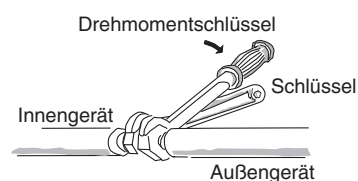

Abb. 5-6
- (2) Die Überwurfmutter mit dem spezifizierten Anzugsdrehmoment festziehen.
- Wenn die Überwurfmutter von den Verbindungsstücken abgenommen oder nach dem Anschließen der Leitungen festgezogen werden, müssen unbedingt zwei verstellbare Schraubenschlüssel oder Maulschlüssel verwendet werden. (Abb. 5-6)